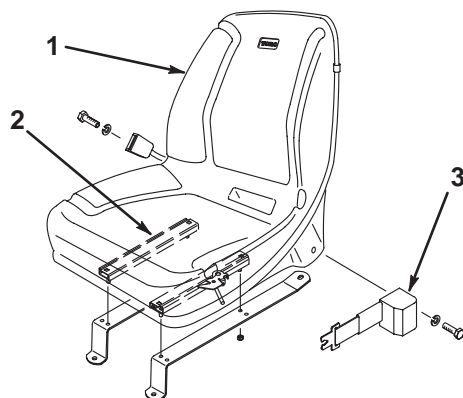

図 4
2. シートストラップをシートアジャスタに取り付ける (図4: 標準シートの場合にはフランジ ナット4個を使用、デラックス シートの場合はキャップスクリュー、平ワッシャ、フランジ ナット各4個を使用、いずれもシートキットの付属部品)。
3. 座席左右の穴に、それぞれシートベルトを取り付ける (図4: 標準シートの場合にはボルト2本とロックワッシャを使用、デラックス シートの場合はボルト2本とロックナットを使用)。必要な金具はすべて座席に付属している。